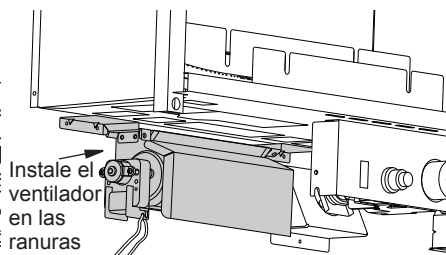

Figura 8 - Posicionamiento conjunto del ventilador de shell junta
3. Definir plano del ventilador y conectar a dos soportes de placa shell. Asegúrese de que el ventilador se instala en las ranuras (consulte la Figura 8).